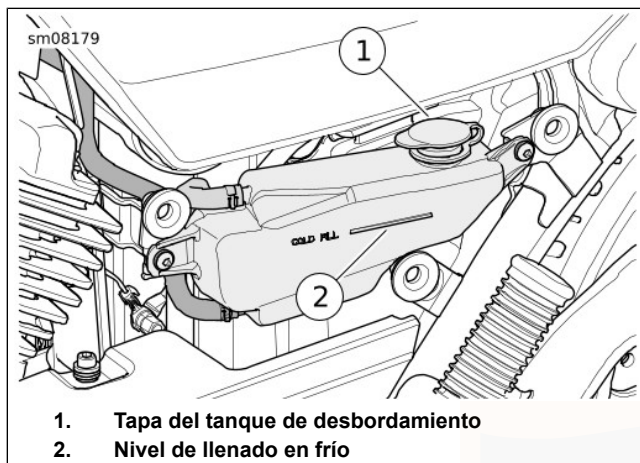

Figura 36. Tanque de desbordamiento de refrigerante
4. Vea Figura 36. Compruebe que el nivel de refrigerante esté en la línea COLD FILL (llenado en frío) (2) o ligeramente por encima de esta línea.